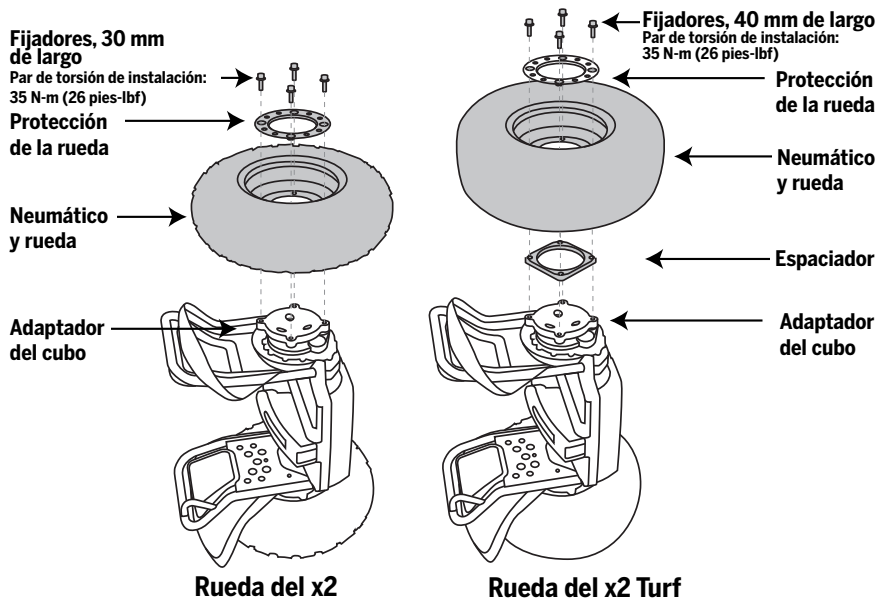

Figura 1. Cómo desmontar o instalar el conjunto de neumático y rueda
2. Para desmontar el conjunto de neumático y rueda, la protección de la rueda y el espaciador (sólo modelo x2 Turf), incline el Segway PT hacia un lado de manera que la rueda que va a desmontar quede arriba, y la otra apoyada en una superficie limpia y pareja. Consulte la figura 1.
3. Quite las (4) tuercas con una llave hexagonal de 8 mm. Sujete la rueda para que no gire. Levante y desprenda la rueda y elimine toda la suciedad de las superficies de montaje de la rueda. Para el x2 Turf: También levante y desprenda el espaciador. Consulte la figura 1.
4. Para volver a instalar el conjunto de neumático y rueda, y la protección, coloque la rueda sobre el adaptador del cubo con la vástago de la válvula apuntando hacia afuera. Para el x2 Turf: Coloque el espaciador sobre el adaptador del cubo, luego coloque la rueda sobre el espaciador. Consulte la figura 1.
5. Coloque la protección sobre la rueda. Introduzca los (4) fijadores de 30 mm de largo, que se incluyen en este kit, a través de la protección y la rueda y al interior del adaptador del cubo. Para el x2 Turf: Introduzca los (4) fijadores de 40 mm de largo, que se incluyen en este kit, a través de la protección, la rueda y el espaciador y al interior del adaptador del cubo.